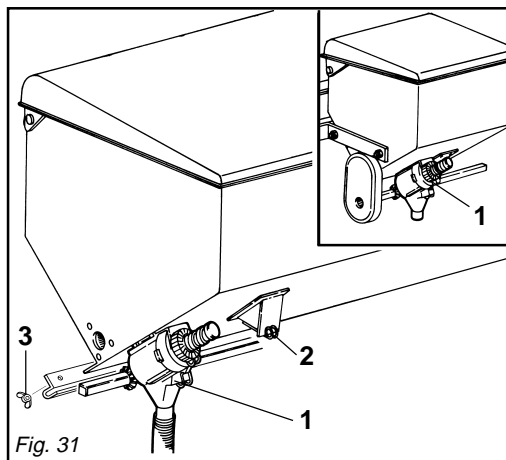

Fig. 31
La distribuzione dei prodotti fertilizzanti e dei prodotti insetticida, avviene per mezzo di appositi dosatori (1 Fig. 31) montati sotto ai rispettivi serbatoi.
I distributori in materiale plastico, non necessitano di lubrificazione. Si raccomanda, a fine lavoro, un'accurata pulizia del serbatoio, in modo particolare per quelli del fertilizzante. Scaricare il prodotto residuo dalla porta (2 Fig. 31), togliere i dadi ad alette e smontare la chiusura (3 Fig. 31) e lavare abbondantemente con acqua.
*The distribution of the fertilizers and insecticides, occurs by means of special dosers (1 fig. 31) fitted under the corresponding tanks.*
*The plastic distributors do not need lubrication. It is recommended, at the end of work, to clean the tank carefully, especially those of the fertilizer. Discharge the remaining product through the door (2 fig. 31), remove the wing nuts and dis-assemble the closure (3 fig. 31) and wash with a lot of water.*
Die Verteilung von Düngemitteln und Insektiziden erfolgt mittels der dazu bestimmten Dosierer (1 Abb. 31), die unter die entsprechenden Behälter montiert sind.
Die Streuer aus Plastik benötigen keine Schmierung. Am Arbeitsende wird eine sorgfältige Reinigung des Behälters, vor allem der Düngerbehälter empfohlen. Das Restprodukt an der Öffnung (2 Abb. 31) ausladen, die Flügelmuttern entfernen und den Verschluss (3 Abb. 31) demontieren, dann mit viel Wasser waschen.
*La distribution des produits fertilisants et des insecticides a lieu par les doseurs spéciaux (1 Figure 31) montés sous les réservoirs correspondants.*
*Les distributeurs en matière plastique ne demandent aucune lubrification. Nous conseillons à la fin du travail un nettoyage soigné du réservoir, notamment pour les réservoirs du fertilisant. Evacuer le produit résiduel de la porte (2 Figure 31), enlever les écrous à ailettes, démonter la fermeture (3 Figure 31) et nettoyer abondamment avec de l'eau.*
La distribución de los productos fertilizantes y los productos insecticidas, se realiza mediante distribuidores al efecto (1 Fig. 31) montados debajo de los depósitos respectivos.
Los distribuidores de material plástico no precisan lubricación. Se aconseja, al final del trabajo, una limpieza profunda del depósito, especialmente los del fertilizante. Descargar el producto residual por la puerta (2 Fig. 31), sacar las tuercas de aletas, desmontar el cierre (3 Fig. 31) y lavar abundantemente con agua.